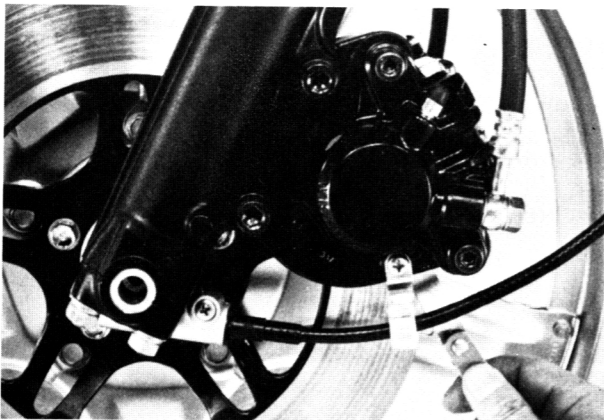

Bild 157
- Den Abstand zwischen der Aussenfläche der linken Bremsscheibe und der Rückseite des linken Bremszangenhalters mit einer 0,7 mm dicken Fühlerlehre überprüfen (Bild 157). Falls sich die Fühlerlehre nicht dazwischenschieben lässt, das linke Gabelbein nach aussen ziehen, bis die Fühlerlehre eingeführt werden kann.